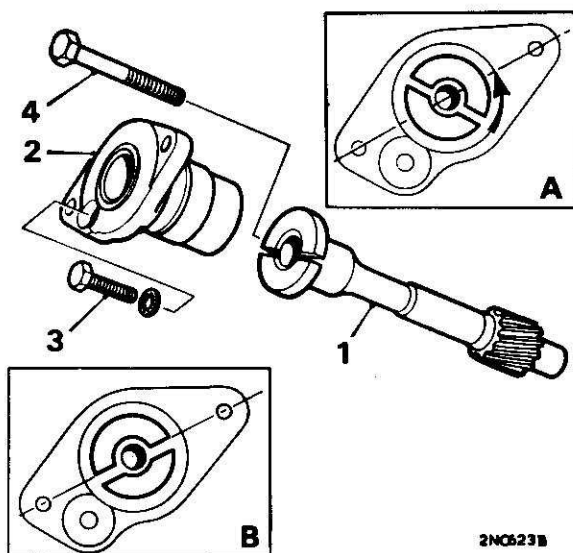

Fig. A.8
- (3) Far ruotare l'albero a gomiti sino a portare lo stantuffo del cilindro N.1 al punto morto superiore, corsa di compressione (ossia, valvole d'aspirazione e scarico del cilindro N. 4 al punto d'incrocio e tacca 1/4 del volante per la messa in fase della distribuzione allineata con la freccia).
- (4) Rimontare l'alberino imboccando il suo pignone in quello dell'albero della distribuzione, im modo tale che il taglio disassato d'innesto, esistente sull'estremità superiore dell'alberino venga a trovarsi più in basso del piano passante per il centro dell'alberino stesso (Fig. A.8). Appena i due pignoni ingranano, l'alberino ruoterà in senso antiorario.
- (5) Riattaccare il distributore (Ved. le Sezioni B.1 e B.2).